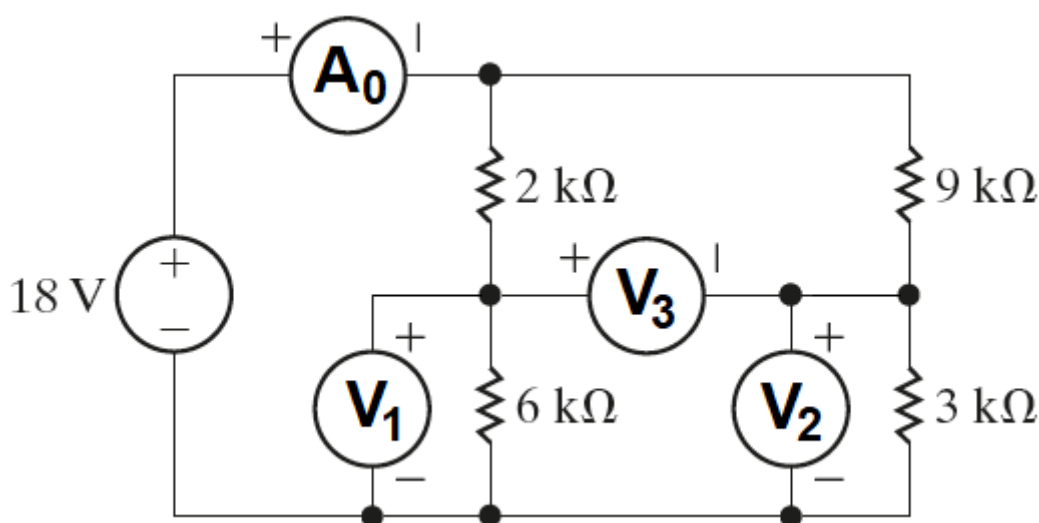

Fig. 1: Circuito referente à Questão 1.
1. Considere o circuito da Fig. 1, alimentado por uma fonte de tensão contínua de 18 V.